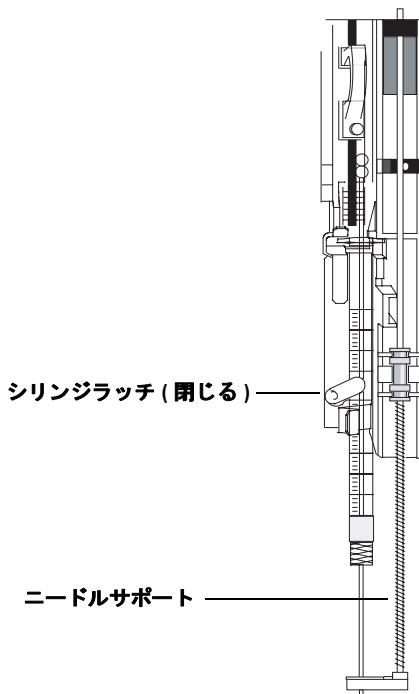

図42 シリンジを取り付けた状態のシリンジキャリッジとニードルサポート
- 9 スライドを上下に動かして、ニードルがニードルガイドフットと整列していることをチェックします。ニードルは、ニードルガイドの中をスムーズにスライドする必要があります。図42を参照してください。